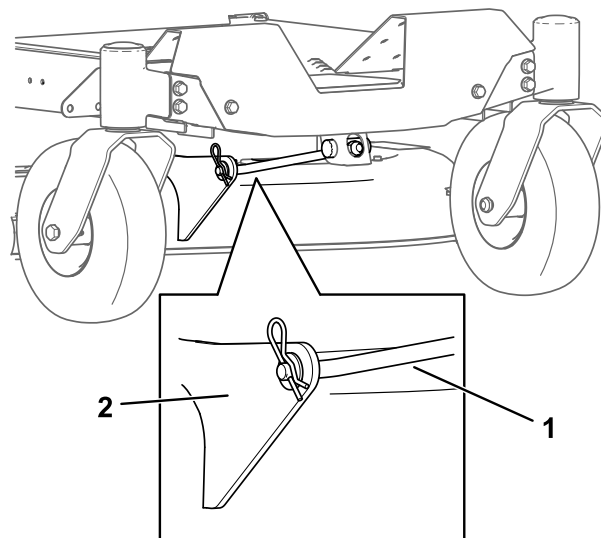

Figura 72
5. Rimuovete la coppiglia dall'asta di supporto frontale e rimuovete l'asta dalla staffa del piatto di taglio (Figura 72).
8. Montate l'asta di sostegno anteriore sul piatto di taglio con il perno con testa e la coppiglia a forcina (Figura 72).